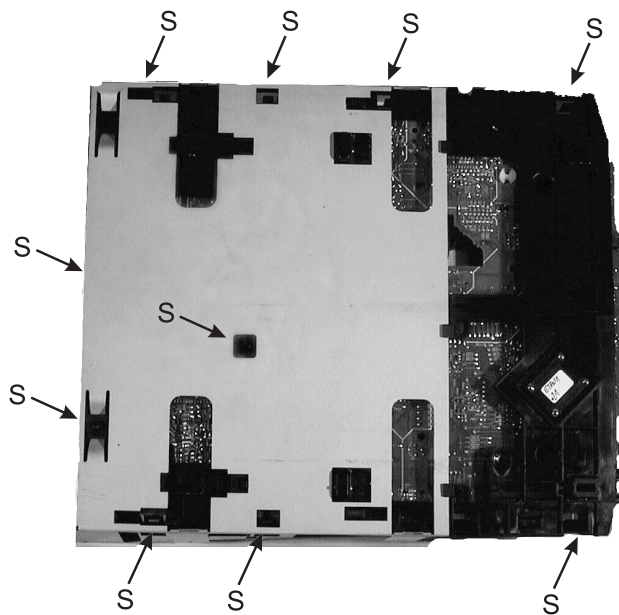

Figura 4-8
13. Capovolgere l'unità, sbloccare i 10 ganci (S) (vedi figura 4-8) e rimuovere il telaio sollevandolo verso l'alto.
1. Togliere la vite di massa 1001/11 (vedi figura 4-8).